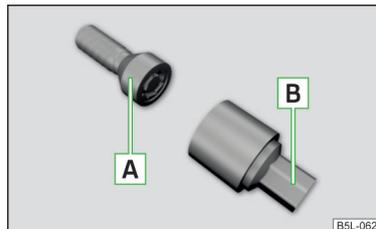

Fig. 136
Los tornillos de rueda antirrobo protegen a las ruedas contra robos. Estos pueden aflojarse o fijarse con el adaptador [B] » fig. 136.
- > Introduzca el adaptador [B] » fig. 136 con el lado dentado hasta el tope en el dentado interior en la cabeza del tornillo de la rueda antirrobo [A].